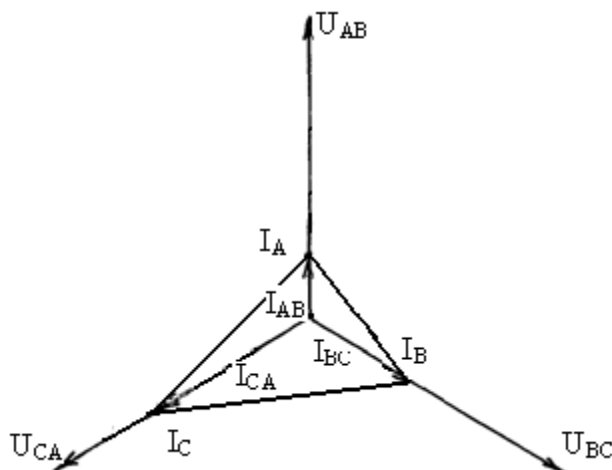

Рисунок 3.2 – Векторная диаграмма
9. Векторная диаграмма напряжений и токов (рис. 3.2).
Из точки 0 проводим три вектора фазных напряжений U_{AB} ; U_{BC} ; U_{CA} , углы между которыми составляют 120° (рисунок 3.2)